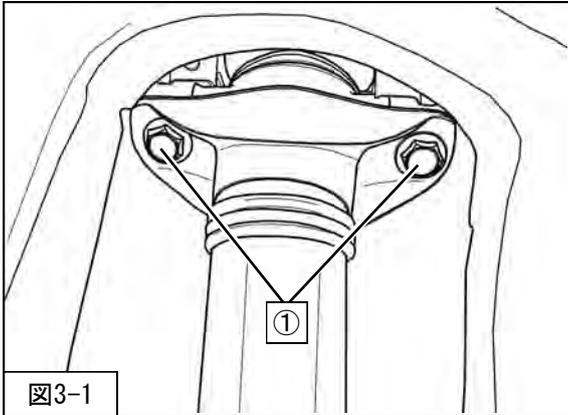
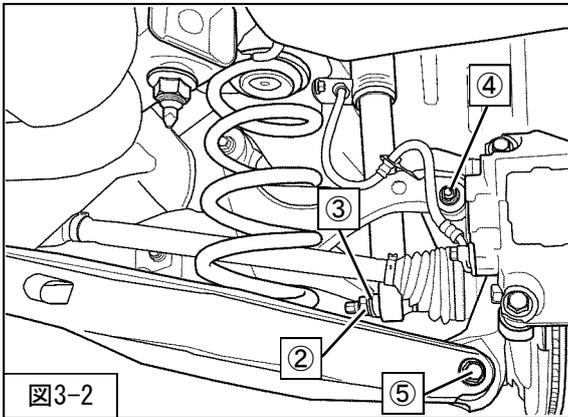

図3-1
図3-2
3. ①リアショックアブソーバASSYアッパー取付ボルトを取外してください。(図3-1)
4. ②リアショックアブソーバASSYロア取付ナット
③ワッシャ
④アッパーアーム取付ボルト・ナットを取外してください。(図3-2)
7. ⑤ロアアーム取付ボルト・ナットを取外してください。(図3-2)